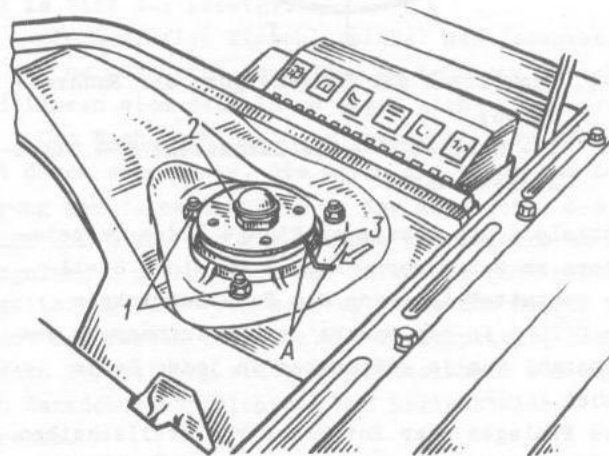

Bild 4-7. Befestigung der Lagerung der Teleskopstütze:
- Einstellmarken A (Bild 4-7) für gegenseitige Lage des Lagerungsgehäuses 3 der Stütze in bezug auf das Spritzblech der Karosserie anbringen;
- nach Entfernen von drei selbstsichernden Muttern 1 (siehe Bild 4-7) zur Befestigung der Lagerung an der Schale des Spritzbleches die Teleskopstütze herablassen.
- Gummihülle 13 (siehe Bild 4-2) abnehmen und an der Stirnfläche der Stange eine Einstellmarke machen, diese mit der Einstellmarke A am Gehäuse der Lagerung in Übereinstimmung bringen, die früher (siehe Bild 4-7) vor dem Ausbau der Teleskopstütze von der Karosserie des Fahrzeugs angebracht worden ist;
8. Die vor Auseinanderbau der Teleskopstütze an Stange und Lagerungsgehäuse angebrachten Einstellmarken A (siehe Bild 4-7) sind beim Zusammenbau der Stütze an gegenüberliegenden Umfangshälften mittels Drehung der Stange um ihre Achse um 180° zu bringen, denn während des Betriebs werden die Paßteile der Stütze einseitigem Verschleiß ausgesetzt, und mit Drehung der Stange wird ein Verschleiß der Reibungsflächen ausgeglichen.